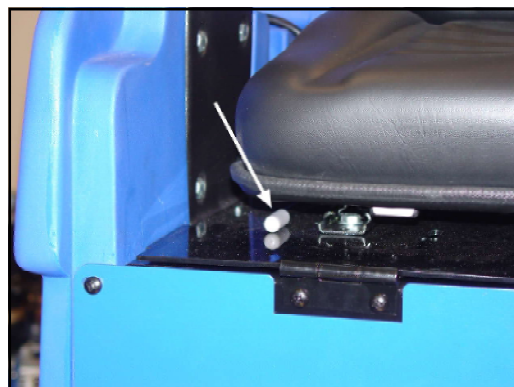

Figure 19
1. Le siège peut être réglé vers l'avant ou vers l'arrière à l'aide de la manette située du côté droit du siège. En déplaçant la manette, le siège pourra glisser jusqu'à la position désirée. Voir la figure 19.